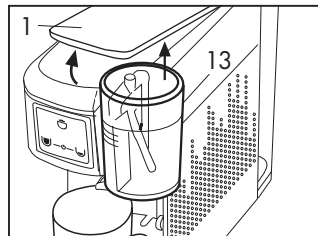

Fig. 16
- Dans le 1 seconde qui suivent la sortie du café presser la touche (C)  et la garder enfoncée jusqu'à obtenir la quantité de café souhaitée; la machine interrompra la distribution et la quantité restera mémorisée pour les distributions suivantes.
Après chaque distribution de lait soulever le levier (1), enlever et vider le verre (13) et le rincer soigneusement. **(Fig.16)**